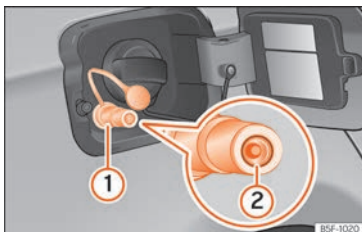

Abb. 277 Geöffnete Tankklappe: Gas-Einfüllstutzen ①, Dichting des Einfüllstutzens ②.
- Öffnen Sie den Gas-Einfüllstutzen » » **Abb. 277 ①**.